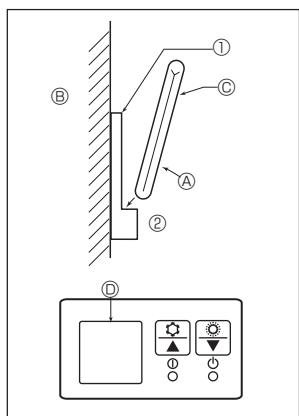

Fig. 6-3
2) Método de instalación (Fig. 6-3)
- ① Fije el soporte del mando a distancia en el lugar deseado con 2 tornillos roscados.
- ② Coloque el extremo inferior del mando en el soporte.